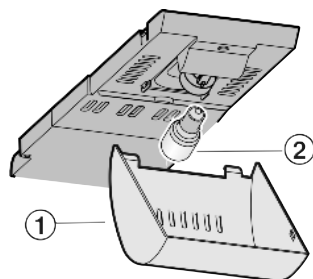

Fig. 14
- ▶ Saisir le recouvrement *Fig. 14 (1)* devant et le faire décliper derrière.
- ▶ Remplacer l'ampoule *Fig. 14 (2)*.
- ▶ Remettre en place le recouvrement *Fig. 14 (1)*.